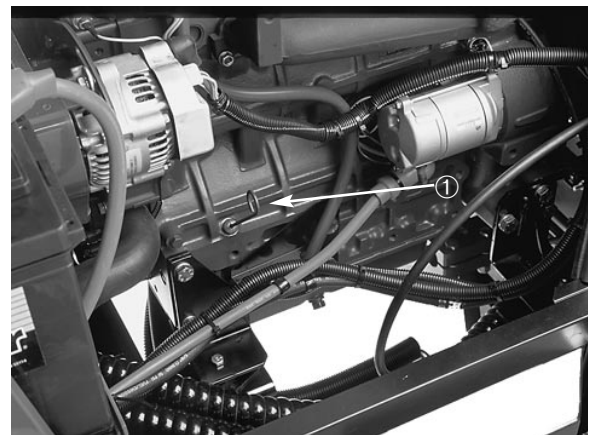

Fig. 2
3. Controllare l'asta di misurazione del livello dell'olio (Fig. 2); l'olio deve raggiungere la tacca di pieno (FULL).